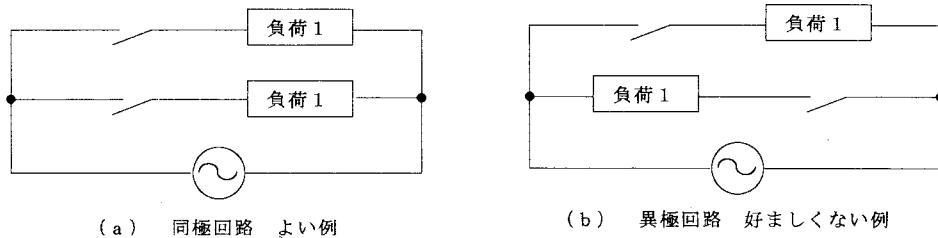

図3-55 スイッチの接続の良否
- (1) リレーや負荷を直列に接続しない。
- (2) 抵抗負荷は、抵抗分のみでなく誘導分または容量分が含まれる。
(3) リレーとスイッチの配置関係を図3-55(a)のように同相回路で使用する。